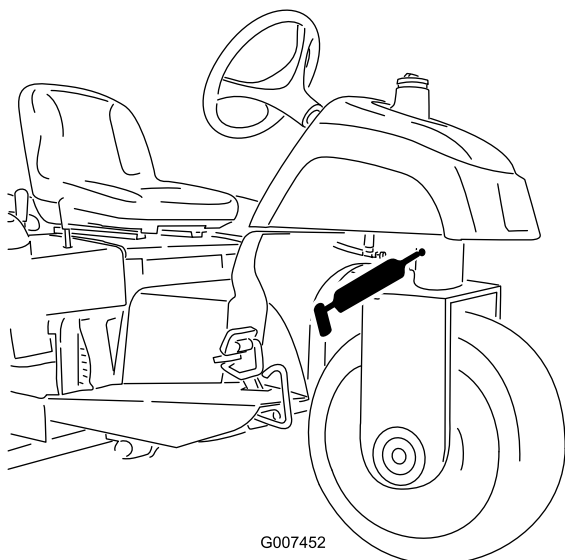

图 26
- 转向枢轴 (图 26)
注意 转向枢轴上的平式接头图 26 需要一个黄油枪喷嘴转换器。请从您当地的Toro 授权经销商处订购Toro 零件号 107-1998。